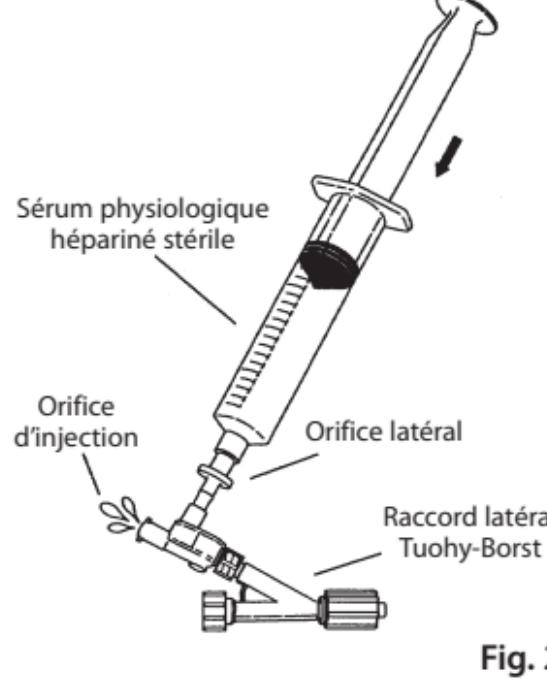

Fig. 2
4. Raccorder la double valve anti-retour à l'adaptateur Tuohy-Borst transparent. La valve Tuohy-Borst doit être fermée à fond. Raccorder une seringue de 20 mL remplie de serum physiologique hépariné à l'orifice latéral de la double valve anti-retour et évacuer lentement l'air par l'orifice d'injection. (**Fig. 2**)